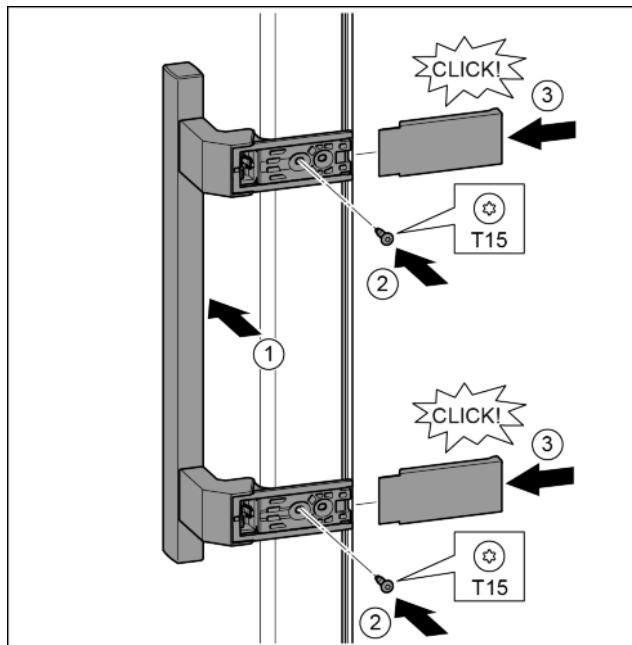

Fig. 22
- ▶ Поставете дръжката от другата страна. Fig. 22 (1)
- ▶ С отвертка T15 затегнете винтовете. Fig. 22 (2)
- ▶ Поставете отстрани капациите и ги нахлузете. Fig. 22 (3)